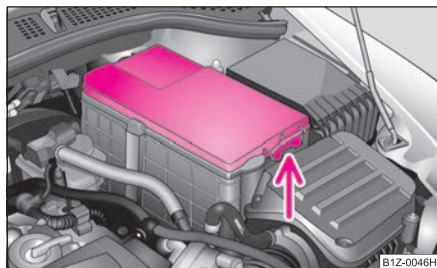

Fig. 201 Compartimentul motor: Bateria
- Apăsați elementul de blocare de pe partea laterală a capacului bateriei ⇒ fig. 201, ridicați capacul și scoateți-l.